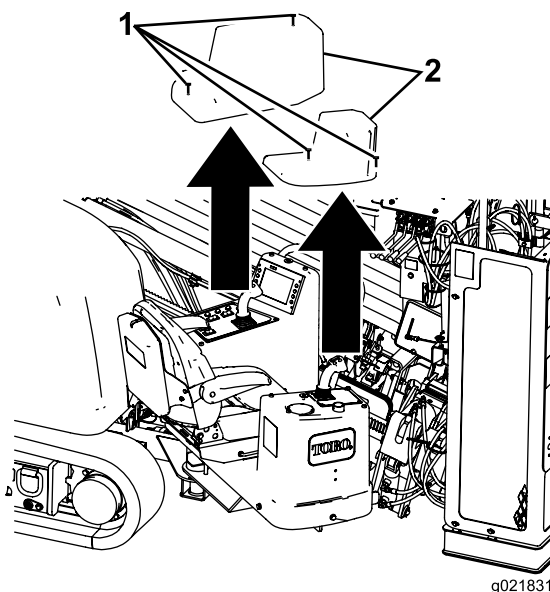

Figura 75
- Afloje los 4 tornillos que sujetan las fundas sobre las consolas del operador, y retire las fundas (Figura 75).